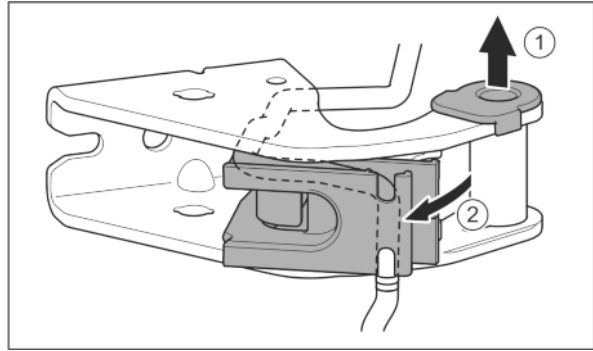

Fig. 27
- ▶ Tirer la douille de palier en dehors du guide. Fig. 27 (1)
- ▶ Incliner le support de câble vers l'extérieur. Fig. 27 (2)